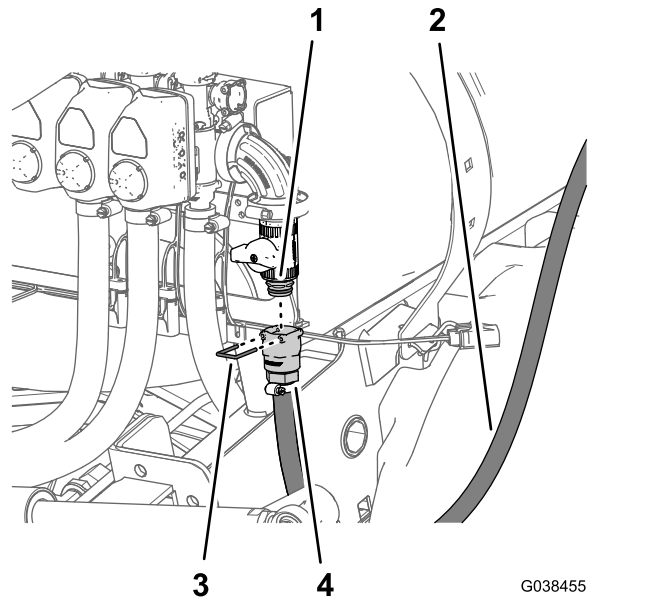

Figura 92
5. Sujete los acoplamientos rápidos de las mangueras y la válvula de cierre con la horquilla de retención suministrada con el acoplamiento rápido de la manguera (Figura 92).